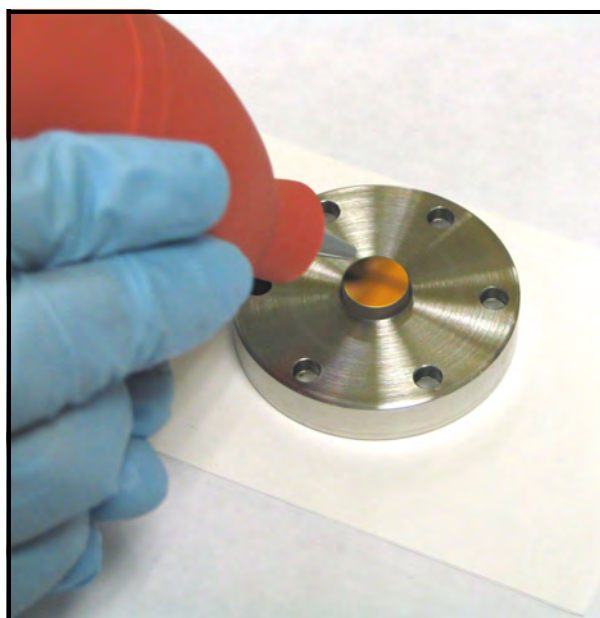

Figura 79: Asciugatura dello specchio
9. Usare la pompetta per soffiare aria secca sulla superficie dello specchio. Azionare ripetutamente finché la superficie dello specchio non è asciutta (vedere la Figura 79).